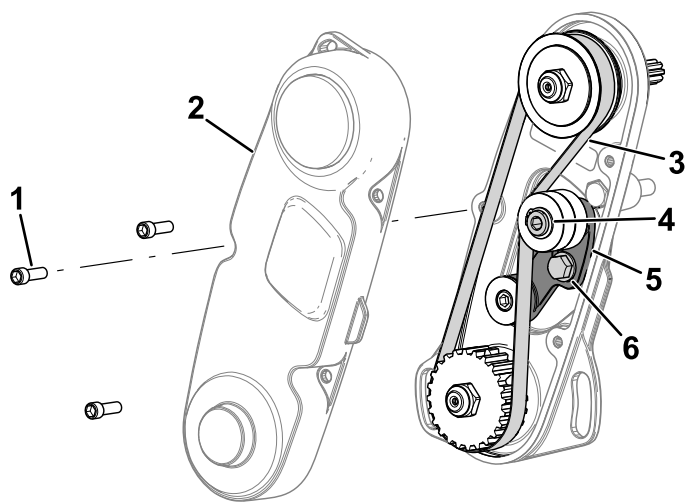

图 4
- 拆下皮带罩露出皮带图 4。
4. 拧松怠轮臂螺栓并旋转怠轮臂图 4 以释放皮带的张紧力。
5. 拆下皮带显示在图 4 中。
6. 如图 4 所示安装皮带向怠轮臂内六角施加 6~7 N·m 的力张紧皮带。